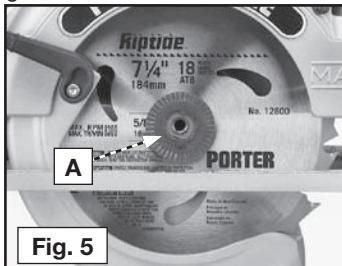

Fig. 5
3. Placez la bride extérieure de lame (A) Fig. 5 sur l'arbre avec la bride dirigée vers la lame et les plats accouplés à ceux de l'arbre.